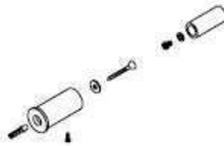

Fig 1
Si cet appareil est installé dans une salle de bain, il doit être installé uniquement dans les volumes 2 ou 3 de la salle de bain, conformément aux exigences de la norme française d'Installation Électrique à Basse Tension NF C 15-100, Partie 7-701. (L'installation en volume 0 ou 1 d'une salle de bain est strictement interdite). La figure 1 ci-après est donnée à titre informatif uniquement: nous vous suggérons de contacter un électricien professionnel pour toute aide.
- 4 supports de suspension du radiateur sèche-serviettes (Fig. 1).